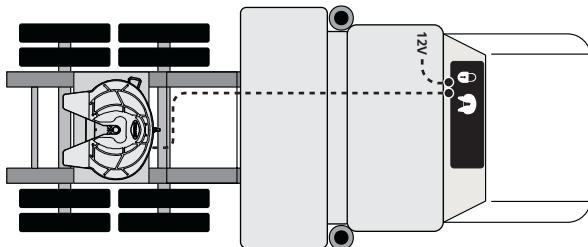

Figura 32
15. Conecte el cable de extensión de 25' al arnés de cable en la quinta rueda (**Figura 32**).